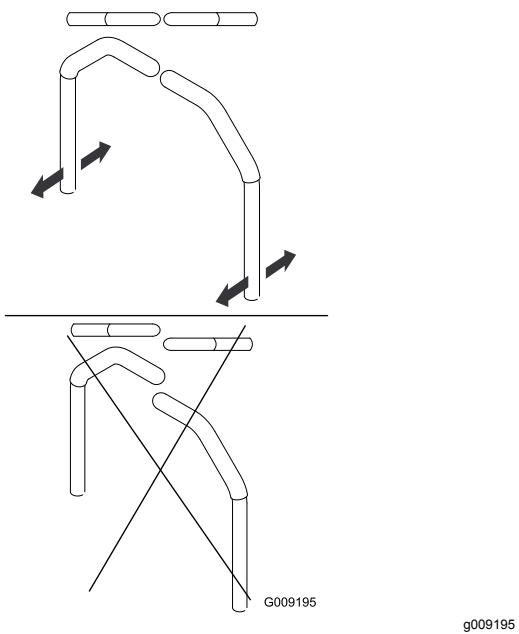

Figura 88
4. Allineate le leve latitudinalmente portandole assieme in posizione FOLLE, fatele scorrere finché non sono allineate e serrate i bulloni (Figura 88).